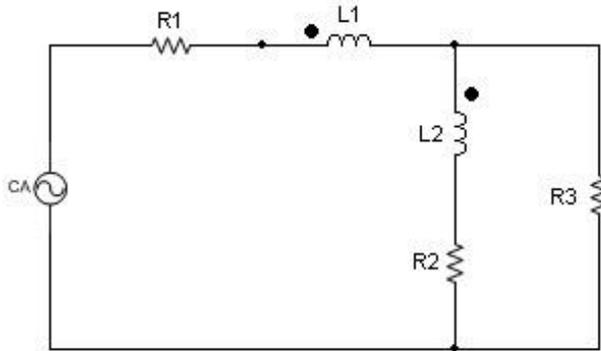

Figura 2.1. Circuito RL no acoplado.
1. Arme el circuito que se observa en la figura 2.1. En esta parte, las bobinas no deberán colocarse todavía en el núcleo magnético.
- Observe el punto de polaridad de las bobinas (observación visual), el cual deberá estar marcado de alguna forma (terminal rojo, con una letra A, una cruz, un punto negro, etc.), la polaridad se deberá respetar al armar el circuito de la figura 2.1.
3. Dibuje el diagrama fasorial de los dispositivos presentados en el circuito de la figura 2.1